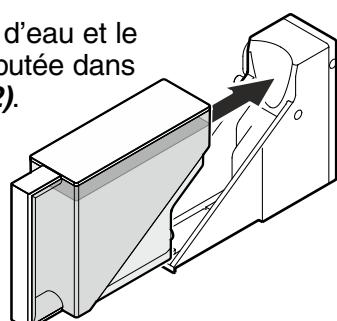

Figure 22
3. Remettre le réservoir d'eau et le repousser jusqu'à la butée dans la console (**Figure 22**).